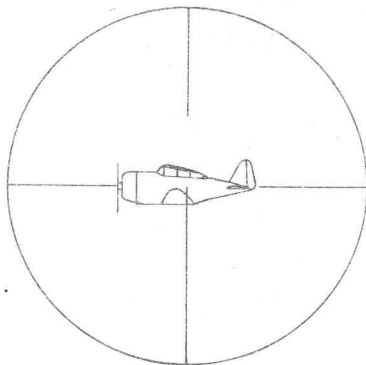

Fig 1
- a) Om ett fpl av 10 m längd i reflexglaset kommer att synas som fig 1 anger, är avståndet till fpl 2[redacted] 500 m